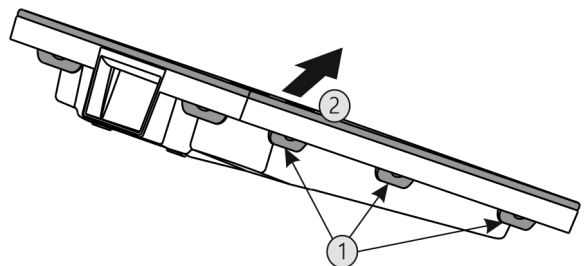

Fig. 42
- ▶ Premere una dopo l'altra tutte le linguette Fig. 42 (1) e rimuovere la copertura Fig. 42 (2).